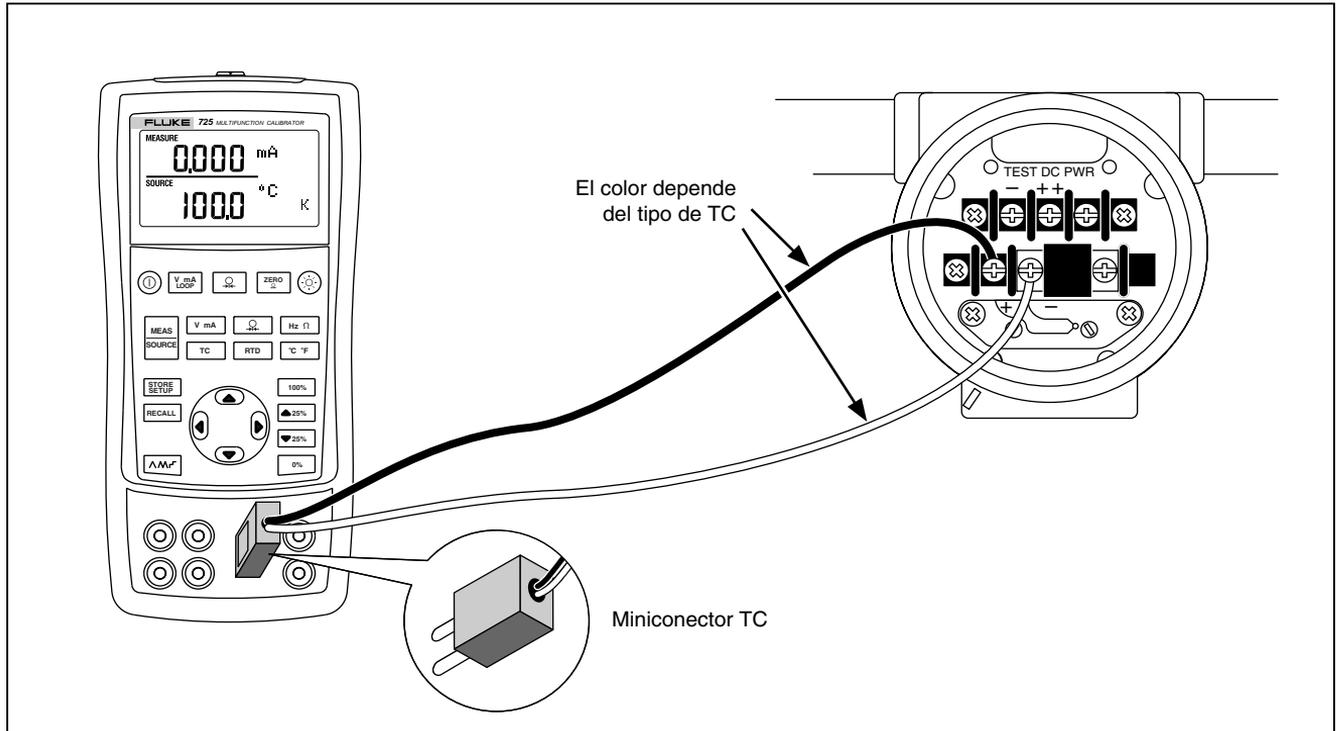

Figura 16. Conexiones para simular un termopar
Conecte la entrada/salida TC del calibrador al instrumento a prueba mediante conductores de termopar y el miniconector de termopar (conector macho miniatura, polarizado de termopar con patillas planas, en línea con separación de 7,9 mm [0,312 pulg.] entre centros). *Una patilla es más ancha que la otra. No trate de forzar el miniconector en la polaridad incorrecta.* La figura 16 muestra esta conexión. Para simular un termopar, proceda como sigue:
1. Conecte los conductores del termopar al miniconector macho TC apropiado, luego a la entrada/salida TC tal como se muestra en la figura 16.